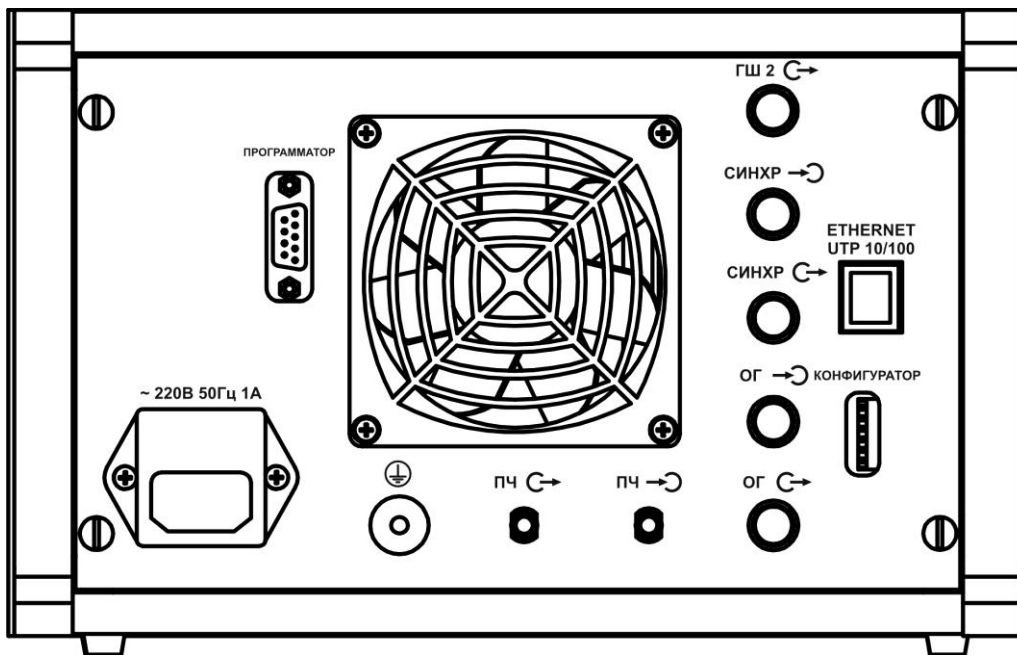

Рисунок 4.2 – Задняя панель измерителя
**Шаг 1.** Установить все переключатели конфигулятора (конфигулятор находится на задней панели измерителя, см. рисунок 4.2) в положение OFF (нумерованная сторона конфигулятора соответствует положению ON).